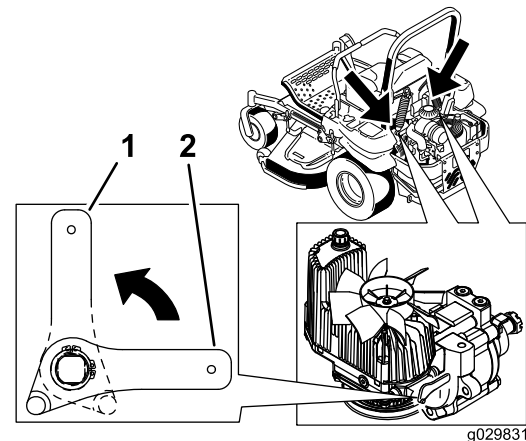

Figura 39
2. Gire las palancas de las válvulas de liberación a la posición vertical para empujar la máquina (Figura 39).
4. Gire las palancas de las válvulas de desvío a la posición horizontal para conducir la máquina (Figura 39).